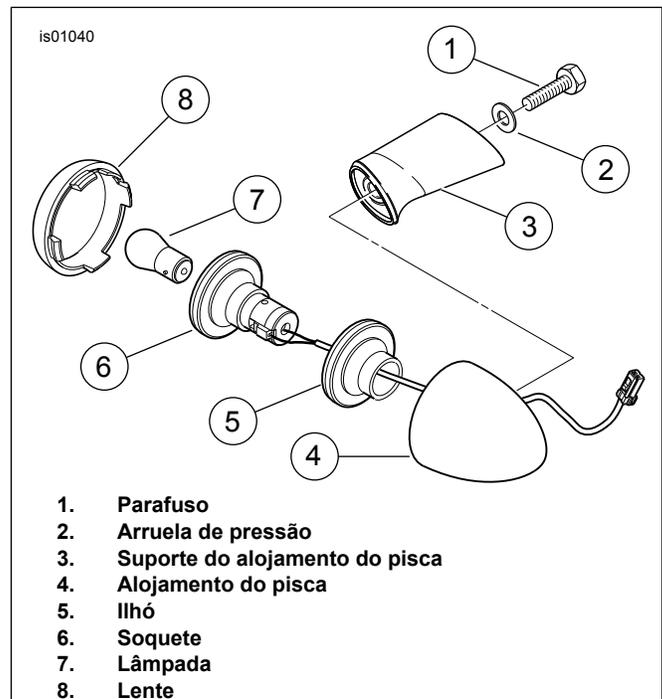

Figura 1. Remoção do pisca original
2. Veja a Figura 1. Remova a lente (8) do alojamento (4) do pisca traseiro. Remova a lâmpada (7) do soquete do refletor (6).
6. Veja a Figura 1. Instale as lâmpadas do pisca esquerdo (7) nos soquetes (6). Instale as lentes (8) nos alojamentos do pisca esquerdo (4).